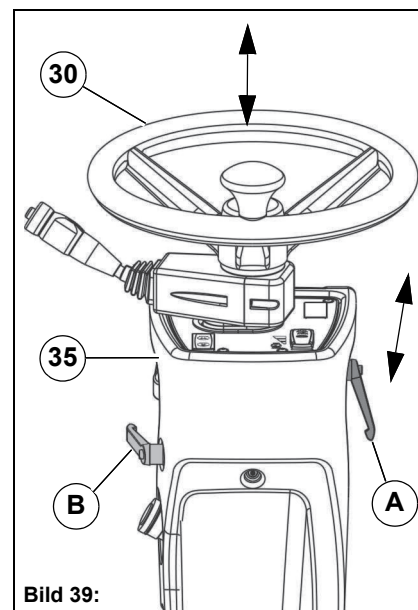

Bild 39:
- Vrid spaken **Bild 39-A** moturs tills rattstången är upplåst.
- Vrid spaken **Bild 39-B** moturs tills ratten är upplåst.